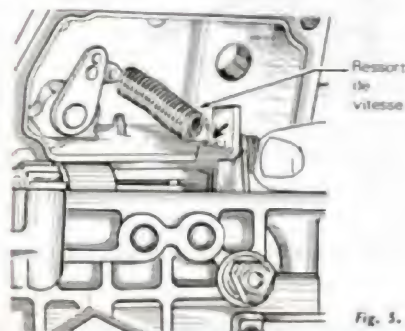

Fig. 5.
- 1° Dans le cas d'un régulateur « toutes vitesses », décrocher le ressort de vitesse de la butée de ralenti (fig. 5).